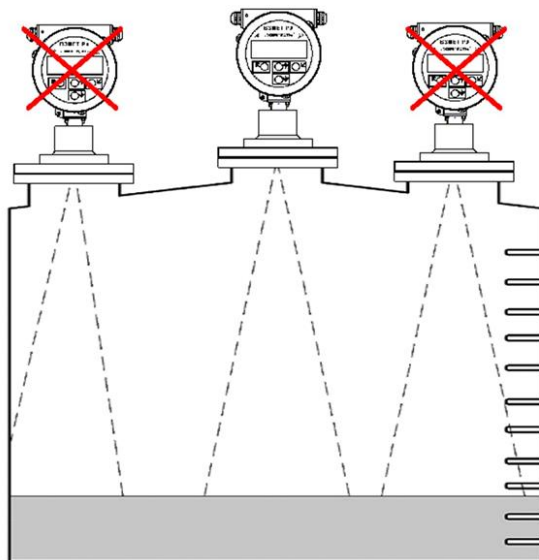

Рис.2. Установка прибора на резервуар с конструктивными элементами.
- 3.1.3.1. Устанавливать прибор таким образом (рис.2), чтобы в зоне измерения не было предметов или конструкций, создающих помехи распространению радиолуча (трубы, арматура, мешалки, стенки резервуара и пр.).